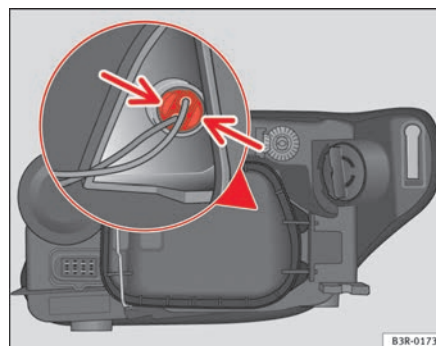

Fig. 196 Luz de posición (lado exterior vehículo)
- Presione ligeramente las pestañas del portalámparas ⇒ página 268, fig. 196 y tire hacia la tapa (también se puede extraer tirando de los cables del portalámparas).